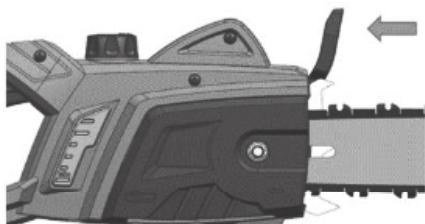
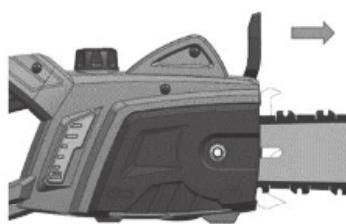

Fig.1A
Fig.1B
Le frein de chaîne est désactivé (la chaîne peut bouger) lorsque le frein est tiré vers l'arrière et verrouillé. C'est la position de fonctionnement normale (Fig. 1A). Le frein de chaîne est activé (la chaîne ne peut pas bouger) lorsque le frein est en position avant (Fig. 1B).
- A. Assurez-vous que le frein de chaîne est désengagé (Fig. 1A).